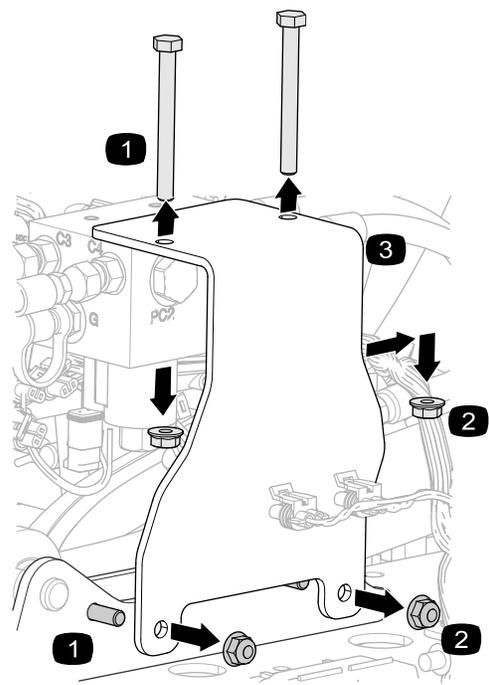

Figura 11
1. Retire as porcas e parafusos que prendem o suporte de montagem ao coletor do cilindro de elevação e placa de montagem (Figura 11).